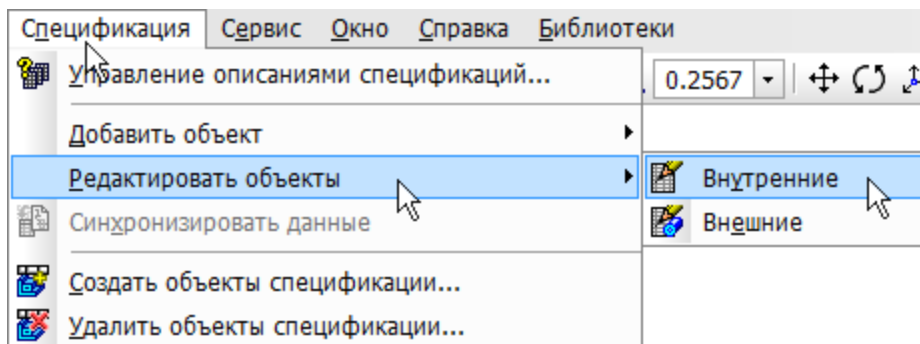

Рисунок 61
- Выполните команду Спецификация – Редактировать объекты – Внутренние (рис. 61).